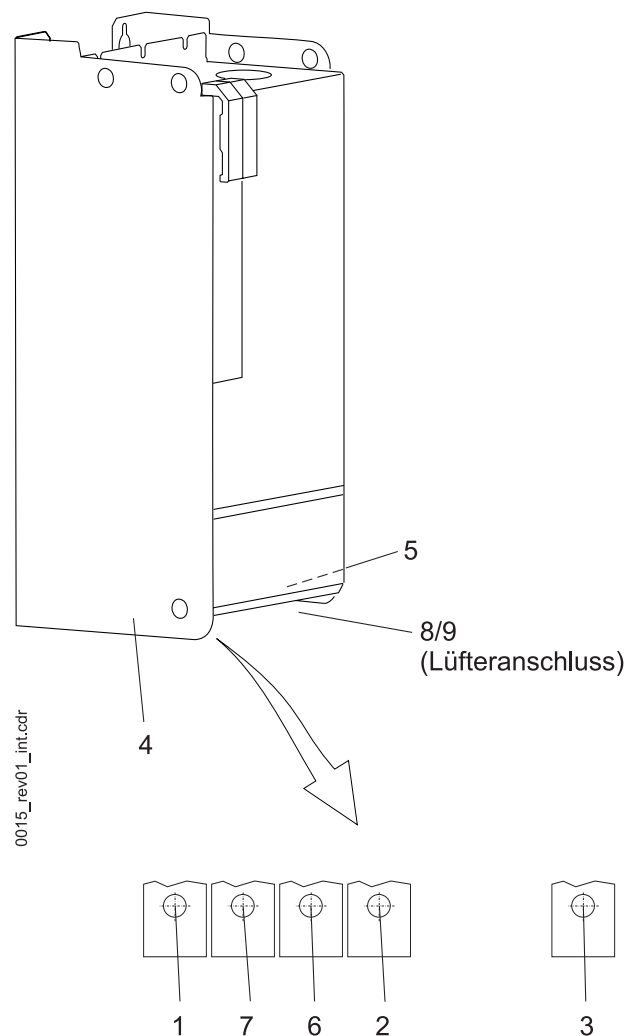

Abbildung 15: Leistungsanschlüsse
Die Leistungsanschlüsse befinden sich an der Unterseite des Gerätes (siehe ▶Abbildung 15◀ auf Seite 46).
2) Position, siehe ►Abbildung 15◄ auf Seite 46.